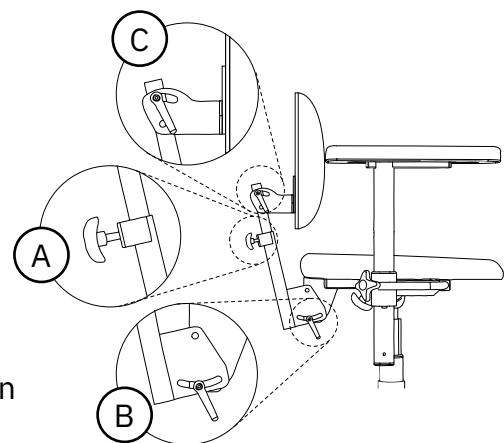

Abb. 5.8. Rückenlehne ErgoMedic.
ErgoMedic ist eine leicht gewölbte Rückenlehne. Die Rückenlehne ist in Größen ab 330 × 160 mm verfügbar. Mit dem Rückenlehnenmechanismus Standard Röntgen können die Höhe der Rückenlehne (A), die Neigung des Rückenlehnenfunktion (B) und die Neigung der Rückenlehne selbst (C) verstellt werden, siehe Abbildung 5.8. Die Rückenlehnenfunktion erlaubt eine Neigung der Rückenlehne von bis zu 15° nach vorn und 30° nach hinten.